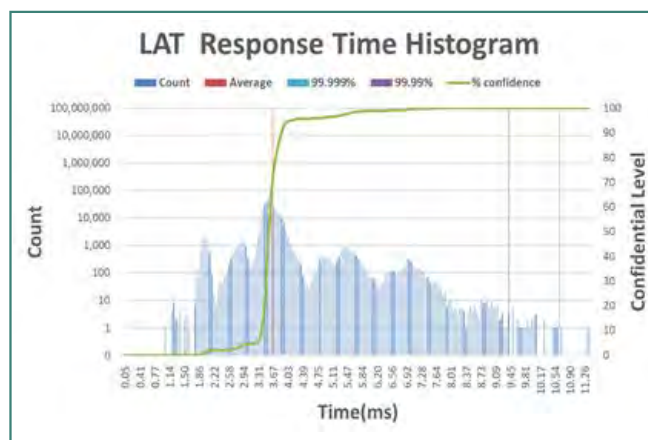

図5 A社 LAT Response Time ヒストグラム
- 図5より Response Time(Latency)の平均値は約3.5ms近傍であるが、最大11ms程度までばらつくことが確認された。